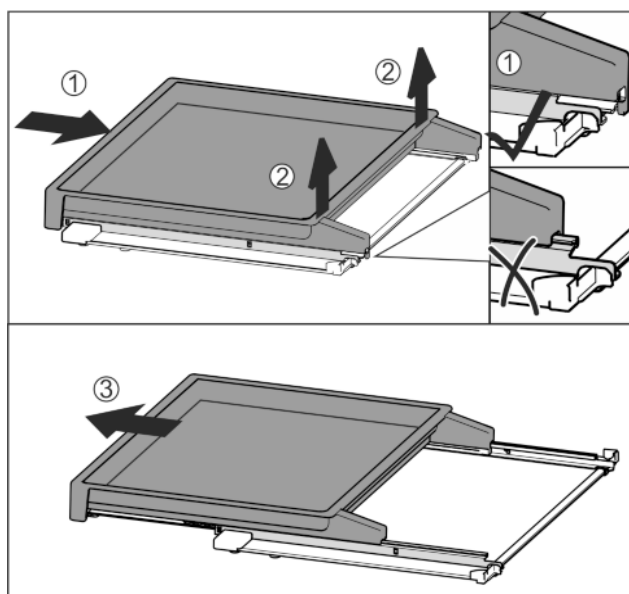

Fig. 38
- ▶ Вставить вытяжную панель полностью Fig. 38 (1).
- ▶ Отпустить фиксацию на задней стороне Fig. 38 (2).
- ▶ Извлеките вытяжную панель движением вперед Fig. 38 (3).